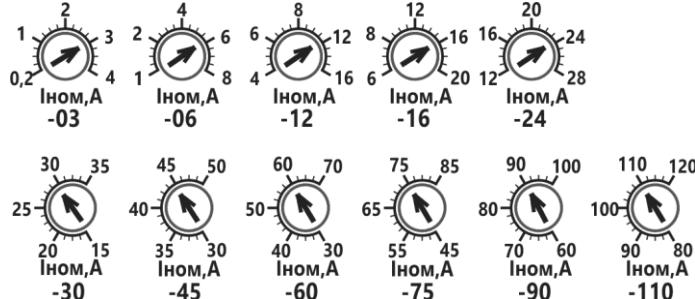

Рисунок 6 Диапазоны настройки *Ином*
1.7.2 Потенциометр «*Ином,А*» используется для настройки номинального тока электродвигателя, который используется в качестве базового для функций защиты электродвигателя. Диапазоны настройки потенциометров для исполнений по току приведены на рис.6.